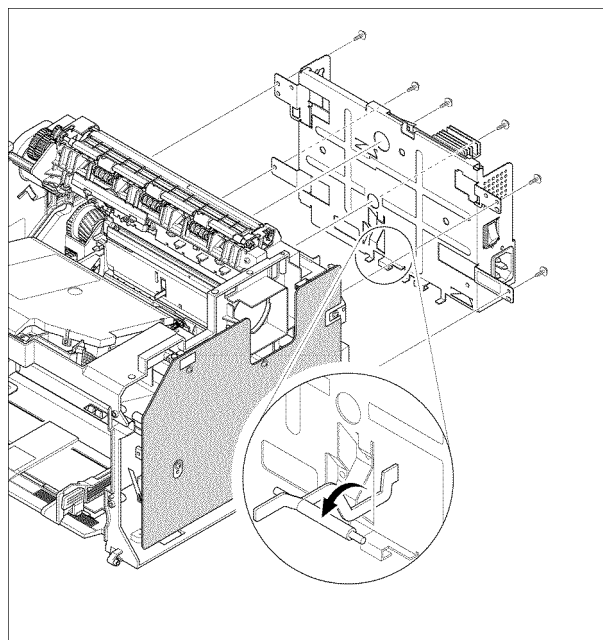

Рисунок 2
*При снятии и установке на место узла экрана постарайтесь не согнуть активатор датчика подачи, рисунок 2.*